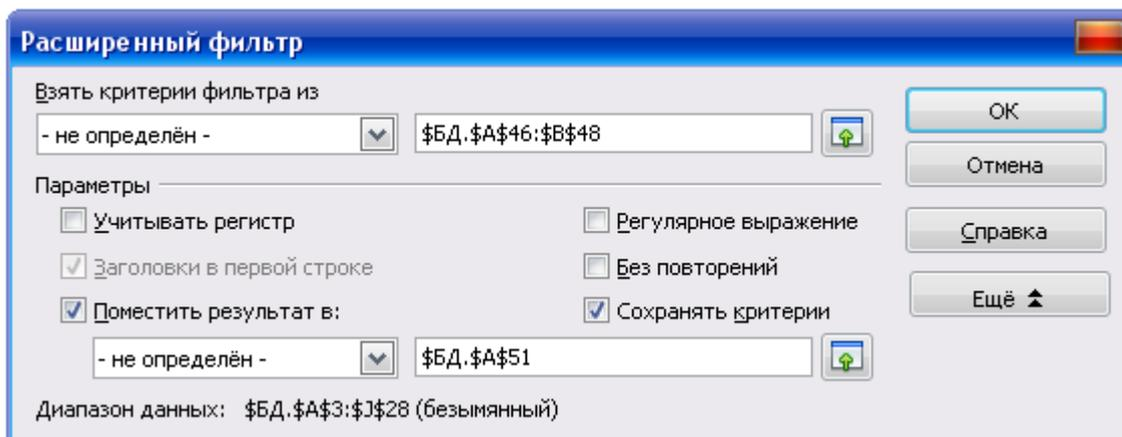

Рис. 7.13. Диалоговое окно Расширенный фильтр
3. В диалоговом окне (рис. 7.13) заполнить текстовые поля выделением указанных диапазонов.